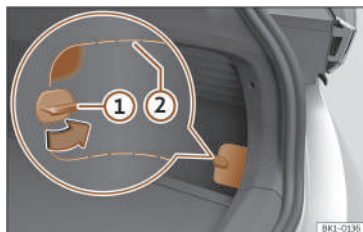

Fig. 56 Nella parte destra inferiore del trim del bagagliaio: coperta con linee di demarcazione.
- Ruotare di 90° la chiusura della copertura >>> **fig. 56 ①**.
- Premere la superficie verso l'interno sopra la chiusura >>> **fig. 56** (zona delimitata).
- Inserire la mano attraverso l'apertura e rimuovere la copertura. Se necessario, applicare un oggetto adeguato per le linee di taglio >>> **fig. 56 ②**.